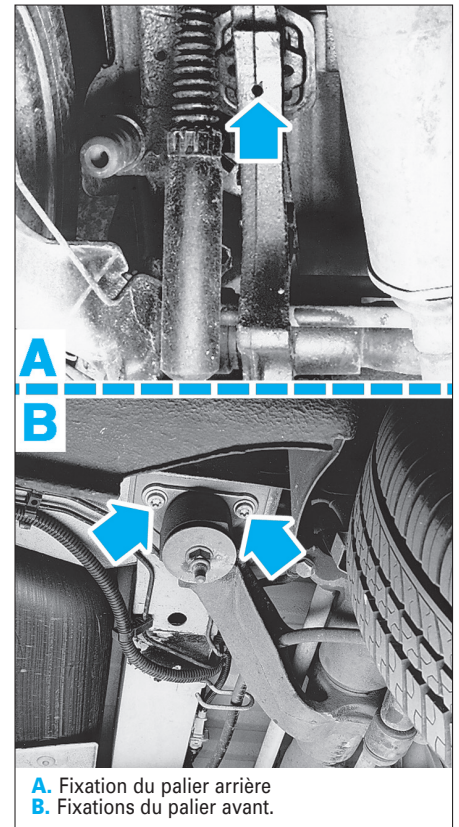

FIG. 24
- Déposer les fixations de l'essieu arrière (Fig.24).